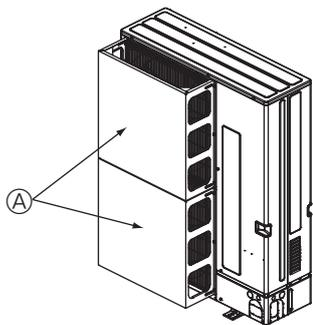

Fig. 2-15
- Installez un guide de protection d'air si l'appareil est installé à un endroit où des vents violents, en cas de typhon par exemple, risquent de souffler directement dans la sortie d'air. (Fig. 2-15)